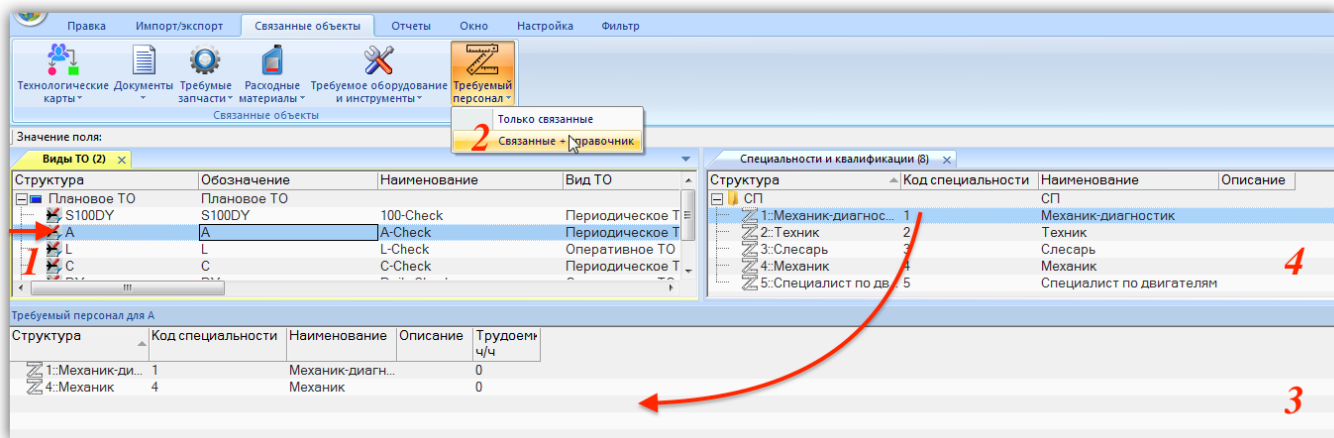

Рис. 12-27 – Специальности и квалификации, необходимые для выполнения вида ТО
- 2) Выбрать вид ТО в окне «Виды ТО» (1 на рис. 12-27).